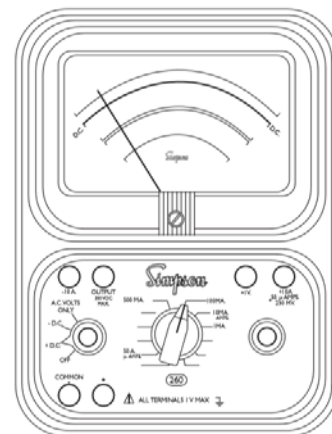

Figura 4-11. Posición de contactos e interruptores para medición de corriente directa
- Ajuste la función del interruptor a +CD. (figura 4-11)